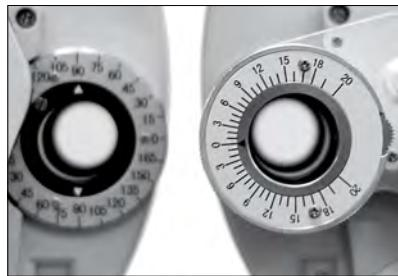

图48
b、垂直方向斜视测量。如图48所示，转动辅助镜片旋钮⑪将RMV设置为右眼，转动旋转棱镜⑫将左眼设置在水平位置。王先生的右眼能看到水平红色线，左眼能看到亮点。步骤与a相同，转动棱镜旋转钮⑫时，问王先生何时看到红线和亮点重合。当如图49时，王先生表示它们重合，为0.5，在0以下，表示左眼0.5△BD，叫做0.5△上隐斜视。